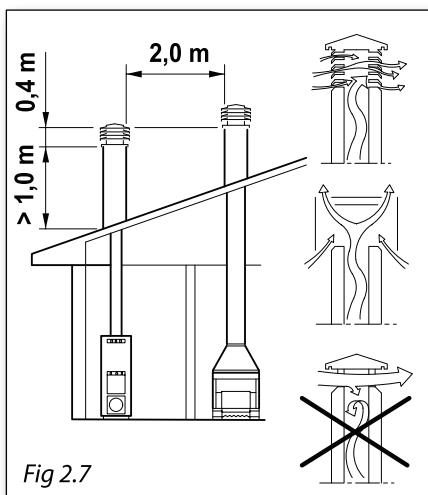

Fig. 2.7
- Il comignolo deve essere del tipo ANTIVENTO con sezione interna equivalente a quella della canna fumaria e sezione di passaggio dei fumi in uscita almeno DOPPIA di quella interna della canna fumaria (Fig. 2.7).
- Per evitare inconvenienti nel tiraggio, ogni apparecchiatura dovrà avere una propria canna fumaria indipendente. Nel caso di presenza di più canne fumarie sul tetto è opportuno che le altre si trovino ad almeno 2 metri di distanza e che il comignolo dell'apparecchiatura SOVRASTI gli altri di almeno 40 cm (Fig. 2.7).